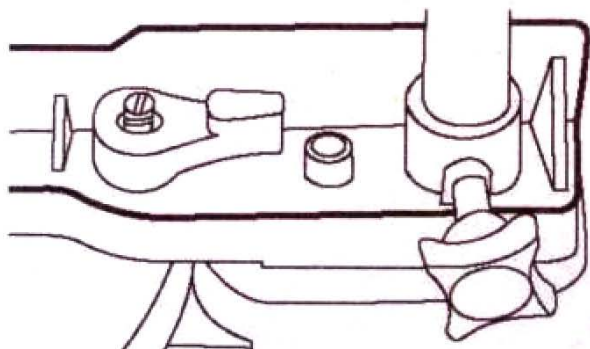

Рис. 4
1. Горизонтальный угол резки может быть установлен между 45° влево и вправо. Ослабьте зажим (23) (рис. 4).